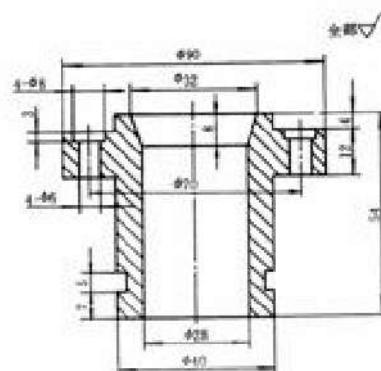

图 1-4
6、如图 1-4 所示砂型铸件：（1）试选择三种可行的造型方案并比较各自的优缺点；（2）选定其中方案之一，绘出铸造工艺图。（8 分）